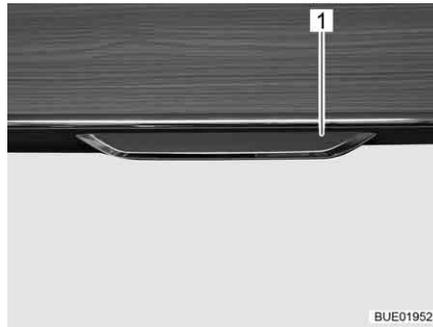

Fig. 60 Trampilla de mueble con tirador de desbloqueo
- Tirar el tirador de desbloqueo (Fig. 60,1) hacia fuera.